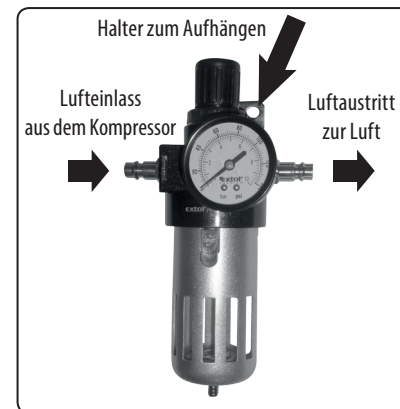

Abb. 8
- Schließen Sie den Luftausgang am Kompressor an die richtige Öffnung an der Aufbereitungsanlage an, siehe Abb. 8.